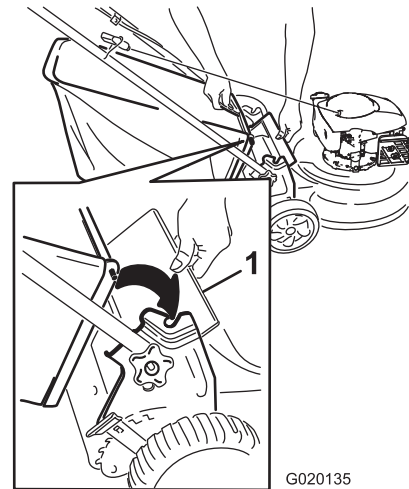

Figure 15
1. Soulevez le déflecteur arrière (Figure 15).
2. Insérez la poignée du bac à herbe dans les crans des supports prévus et vérifiez qu'elle est bien engagée (Figure 15).